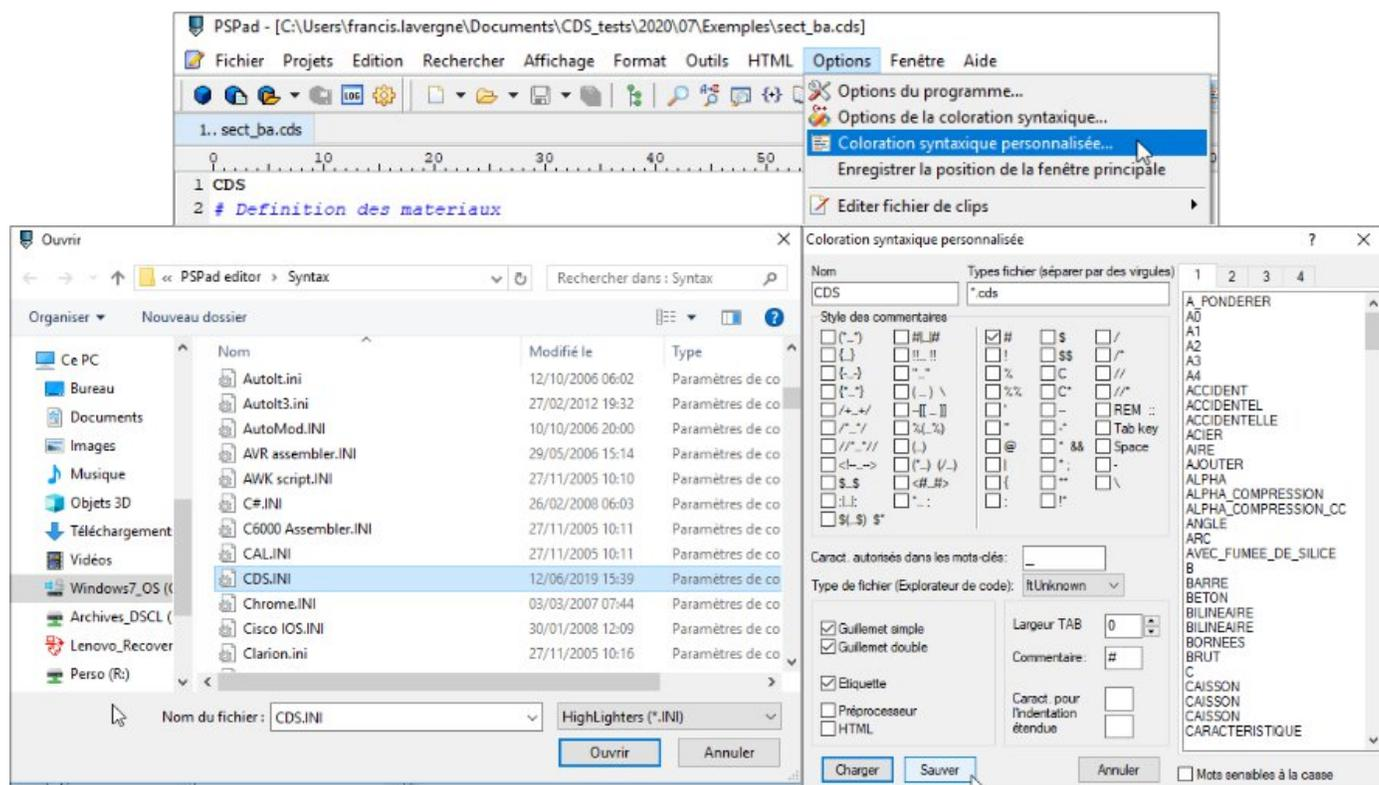

Figure 77 – Affectation de la coloration syntaxique
- Ouvrir PsPad, sélectionner « Option/Colorations syntaxiques personnalisées » et sélectionner le fichier « cds.ini » et cliquer sur « sauver » (Figure 77).